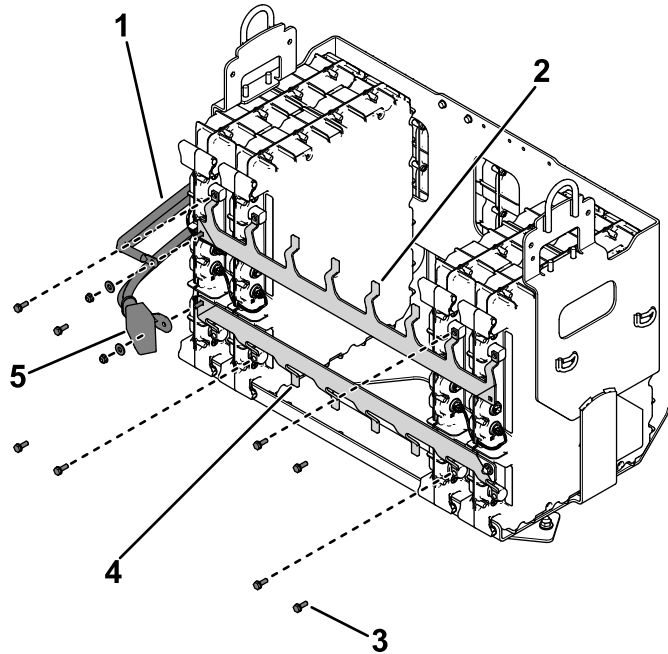

Bild 3
- Entfernen Sie die Stromschienen (Bild 3) aus dem Akkufach.
- A. Verwenden Sie die zuvor entfernten Schrauben, um die Stromschienen locker an den Akkus zu befestigen (**Bild 3**).
- B. Befestigen Sie die Akkukabel mit den zuvor entfernten Befestigungselementen an den Stromschienen (**Bild 3**).
6. Prüfen Sie den ordnungsgemäßen Sitz der Stromschienen und ziehen Sie die Schrauben, mit denen Sie die Stromschienen an den Akkus befestigt haben (Bild 3 und Bild 8), auf ein Drehmoment von 11 N·m an.